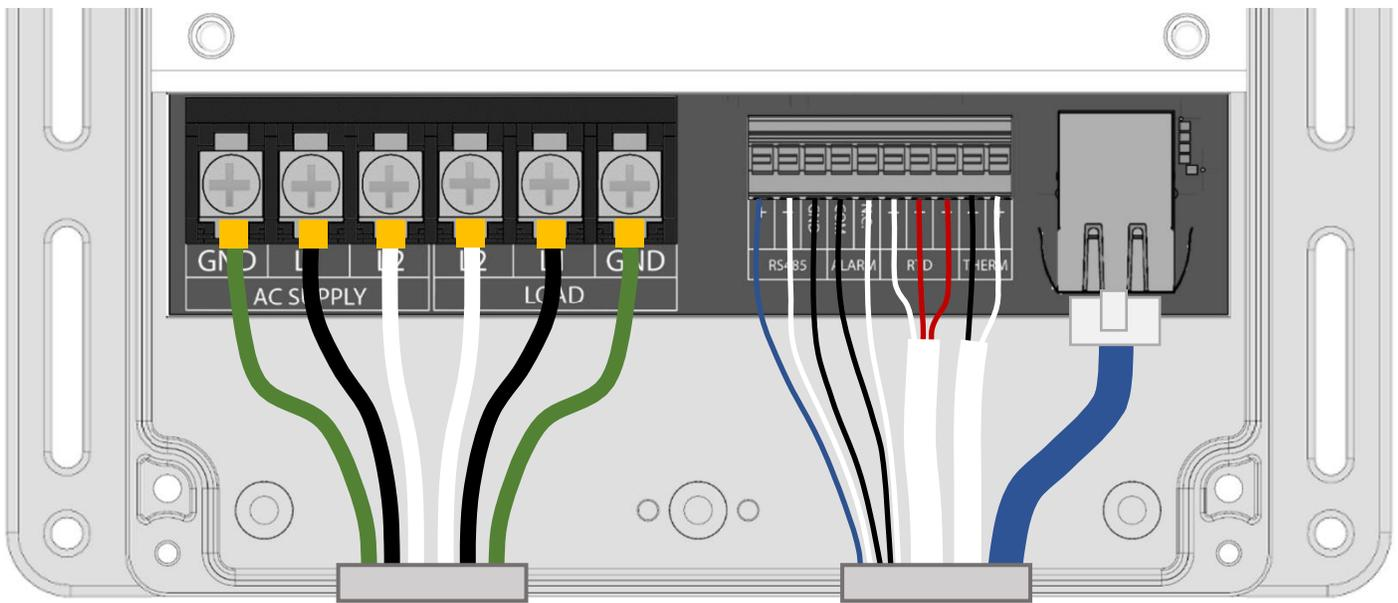

Figure 3 : Vue de dessus du contrôleur Frio S1 avec le couvercle de câblage retiré, montrant toutes les connexions de câblage possibles.
1. Une fois le contrôleur monté et le couvercle transparent ainsi que le couvercle de câblage retirés, connectez le capteur basse tension et les fils de communication conformément à l'image de la figure 3. Assurez-vous toujours que le système est hors tension avant d'effectuer des connexions de câblage.
3. Connectez les câbles de traçage thermique sur le au côté **LOAD (CHARGE)**, comme illustré à la figure 3. La gaine de terre du traçage thermique doit être connectée à la borne de terre du contrôleur.
4. Connectez les câbles d'alimentation à **AC SUPPLY (ALIMENTATION CA)** comme illustré à la figure 3. La mise à la terre du contrôleur doit être réalisée conformément aux normes électriques locales et nationales en vigueur.